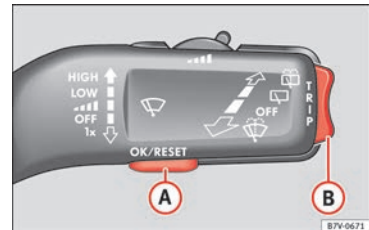
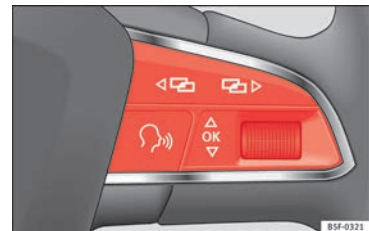

Fig. 44 Levier d'essuie-glace : touches pour utiliser les menus du tableau de bord.
Fig. 45 Volant multifonction : touches pour utiliser les menus du tableau de bord.
- Si un message ou le pictogramme du véhicule est affiché, appuyez sur la touche **OK** (» fig. 44 **A** ou » fig. 45).
- Appuyez sur la commande à bascule » fig. 44 **B** vers le haut ou vers le bas, ou faites tourner la molette du volant multifonction pour sélectionner l'option de menu souhaitée.